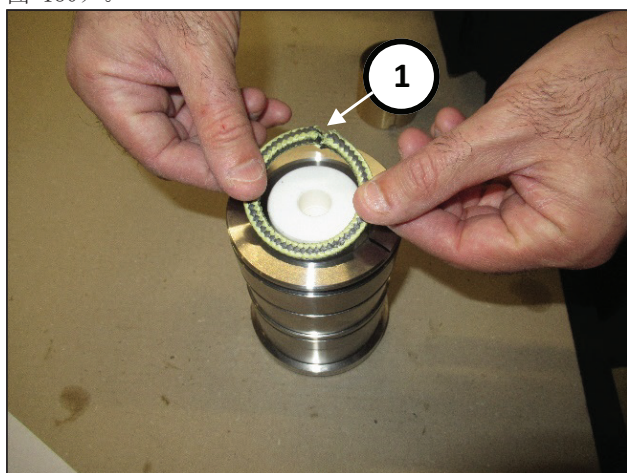

图 180
插入三个KC密封圈, 注意让槽口互相成120° (位置①, 图 180)。